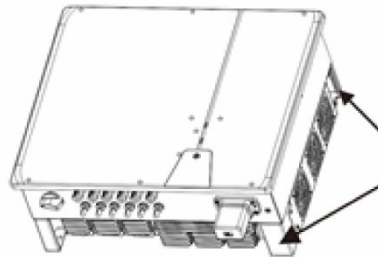

Fig. 3.2: Posición de elevación (lado derecho)
- 1 Levante el equipo utilizando las cavidades de sujeción (véase fig. 3.2). ¡Tener en cuenta el centro de gravedad del equipo!